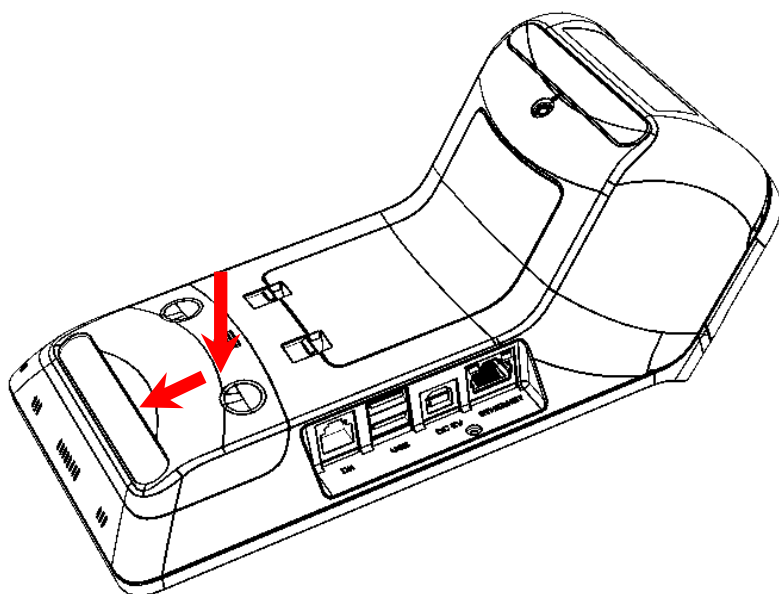

Рисунок 3. Направление приложения усилий при снятии крышки отсека для АКБ
1. Открыть крышку отсека для аккумулятора, согласно описанию раздела «Подключение аккумулятора» на странице 8 (рисунок 3).